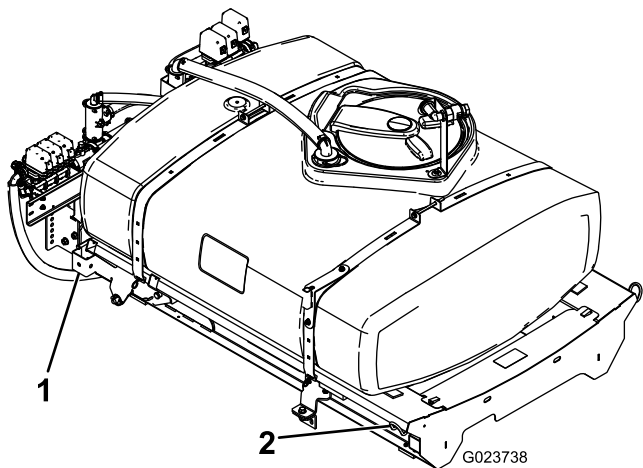

図 8
1. クレーンやホイストを使って、タンク台アセンブリ 図 8 を吊り上げ、ポンプバルブ・アセンブリを車体の後方に向けて、ワークマンのフレーム上部に移動する。